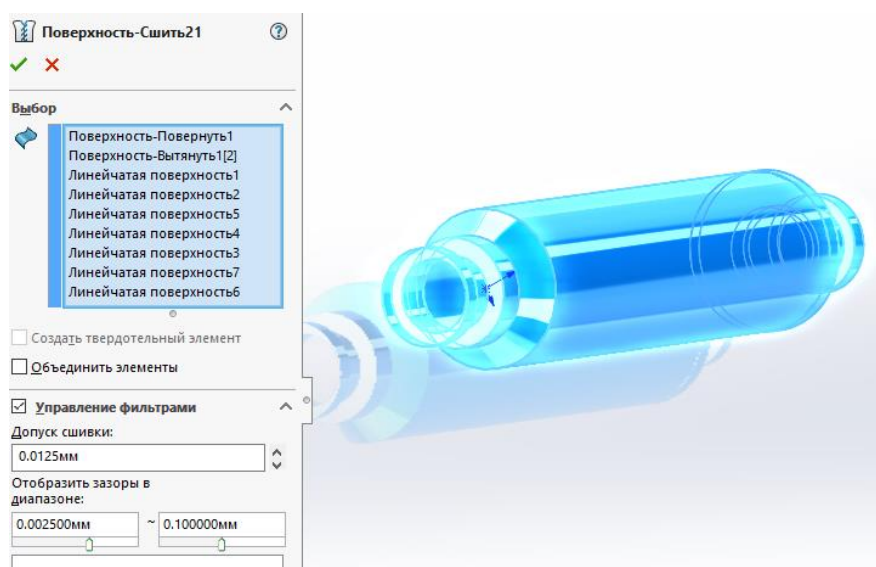

Рис. 14. Сшивка поверхностей внутренней оболочки
16.1. Для этого используем инструмент **Сшить поверхность** . Выделяем все внутренние поверхности, как показано на рис. 14, и нажимаем галочку в верхней части панели .